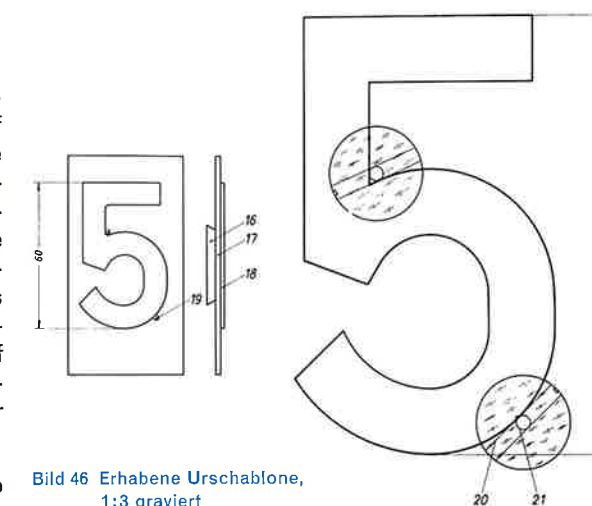
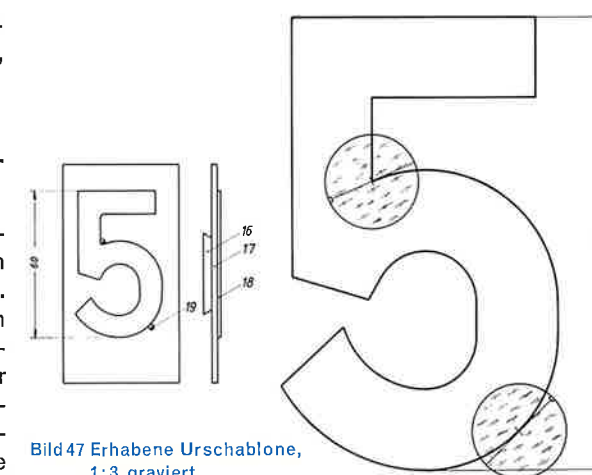

Bild 46 Erhabene Urschablone, 1:3 graviert
Bild 47 Erhabene Urschablone, 1:3 graviert
Auch das Gravieren erhabener Schablonen ist mit Hilfe der GZ möglich. Hierbei werden normalerweise andere Plexigläser verwendet. Diese haben statt des Steuerpunktes einen Steuerkreis (Bild 46). In diesem Beispiel soll eine erhabene Urschablone Ziffer „5“ angefertigt werden. Die Zeichnung ist 180 mm hoch. Die Urschablone soll 60 mm hoch werden. Dann ist der Pantograph auf 1:3 einzustellen. Hat der zum Ausgravieren der Urschablone aus einem Blech verwendete Gravierfräser einen Zapfendurchmesser (19) von 2 mm, so ist der Steuerkreis (21) im Verhältnis 1:3 vergrößert zu wählen, also hat er 6 mm $\varnothing$. Dann ist lediglich der Außenumfang des Steuerkreises (21) mit der Steuertangente (20) über den Linienverlauf der Zeichnung einzusteuern.
Man kann bei dem Ausfräsen erhabener Zeichen auch ohne Steuerkreis mit dem gleichen Plexiglas mit Steuertangente und Steuerpunkt wie für vertiefte Gravuren arbeiten, wenn die Zeichnungskonturen am gesamten Umfang von vornherein eine Zugabe erhalten, welche überall dem halben Durchmesser des errechneten Steuerkreises entspricht. Dieses Verfahren ist in Bild 47 dargestellt, wobei die gleiche Aufgabe wie für das Bild 46
zugrunde liegt. Nach Bild 47 hat man bei den scharfen Ecken der Gravur weniger achtzugeben als nach Bild 46, weil sich hier der Steuerkreis an beide Linien anschmiegen muß, welche sich in der scharfen Ecke treffen. Der Steuerkreis darf keinesfalls eine der Linien überschreiten. Diese Schwierigkeit entfällt bei dem Verfahren nach Bild 47. Man wird also am besten nach Bild 46 verfahren, wenn die Zeichnung angeliefert wurde, und nach Bild 47, wenn man diese noch fertigen muß.
In gleicher Weise, wie erhabene Ziffern nach Bild 46 oder 47 graviert werden, kann man auch Kurvenscheiben, dünnwandige Schnitte, Namenszüge u. a. nach dem gezeigten Kopier-Verfahren gravieren. Die Genauigkeit ist unerwartet groß und unterschreitet bei einiger Sorgfalt 0,05 mm.